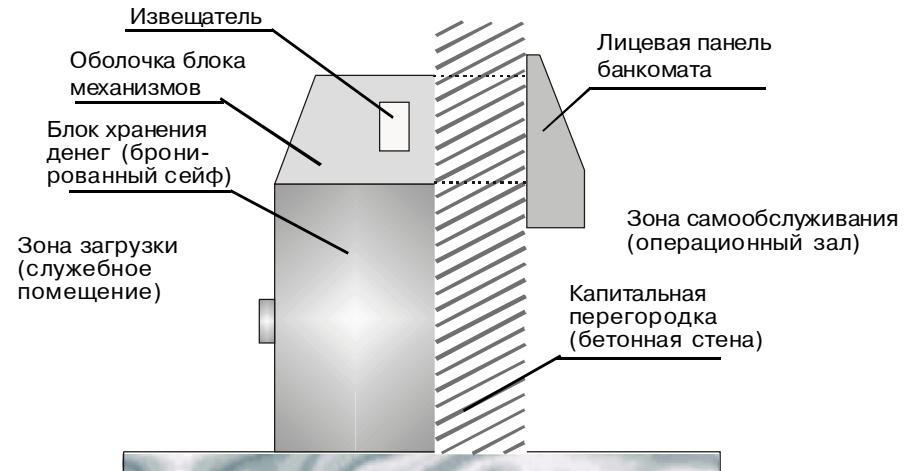

Рис. 86 - Пример установки извещателя на банкомате, встроенным в капитальную строительную конструкцию
6) извещатель для охраны банкомата рекомендуется устанавливать на металлическом кожухе, закрывающем внутренние механизмы и расположенному в зоне загрузки (рисунок 86).